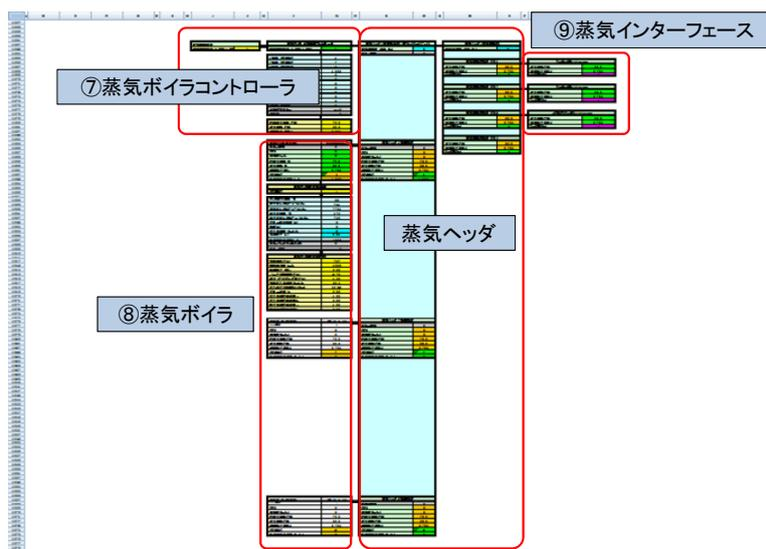

図 6.11 構築シートの全体構成
(2)-1 蒸気吸収冷温水機サブシステム、暖房熱交器(蒸気/温水)の構築(図 6.11 の①~③)
(2)-2 2次側システム、冷温水2次ポンプ、台数制御コントローラの構築(図 6.11 の④~⑥)
(3)-1 蒸気ボイラコントローラ(図 6.11 の⑦)
(3)-2 蒸気ボイラオブジェクト(図 6.11 の⑧)
(3)-3 蒸気吸収冷凍機インターフェース、暖房熱交器(蒸気/温水)インターフェース(図 6.11 の⑨)